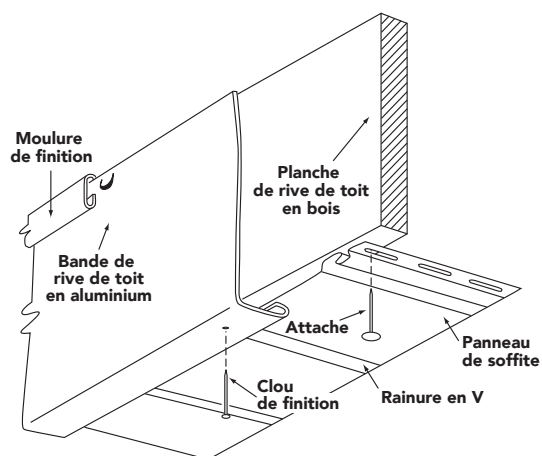

Figure 66
- La bande de rive de toit peut être logée dans une moulure de finition (façonnée en usine ou faite sur le chantier) (Figure 66) ou derrière la moulure d'égouttement actuelle. La bande doit être fixée avec des clous peints de finition, en aluminium ou en acier inoxydable, dans le rebord inférieur; espacer les clous à intervalle maximal de 610 mm (24 po).
- Enfoncer ces clous dans la bande et uniquement dans la rainure en « V » du soffite (Figure 66).